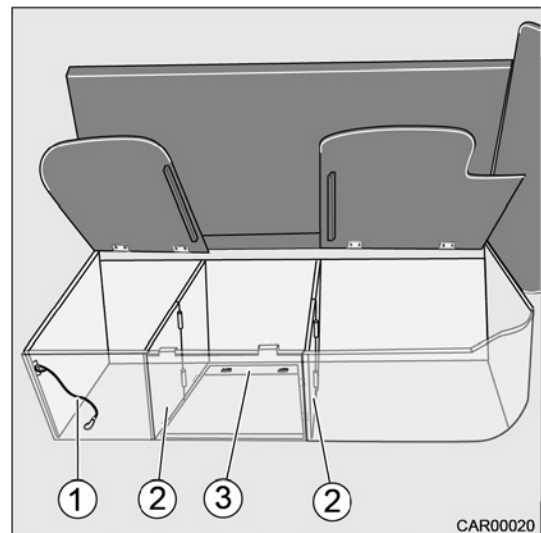

Fig. 47 Transformation du 5e siège
5. Détendre le tendeur élastique (Fig. 47/1) tout en tenant le fond pliant (Fig. 47/3) avec la main.
6. Déplier prudemment le fond pliant (Fig. 47/3), le guider vers le bas et le poser sur l'entretoise.
7. Plier les éléments latéraux (Fig. 47/2) vers le milieu. Ce faisant, introduire les rainures dans les éléments latéraux (Fig. 47/2) dans les tenons du fond pliant (Fig. 47/3).